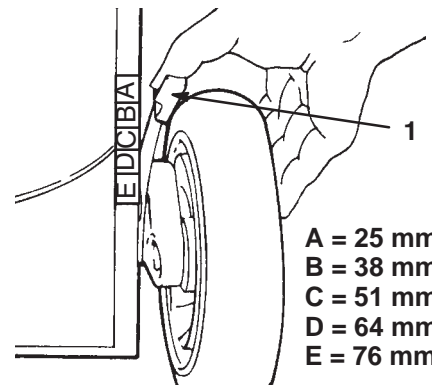

Bild 18
4. Drücken Sie die Höheneinstellung in Richtung des Rads und bewegen Sie sie auf den gewünschten Buchstaben auf dem Rasenmähergehäuse (Bild 18).